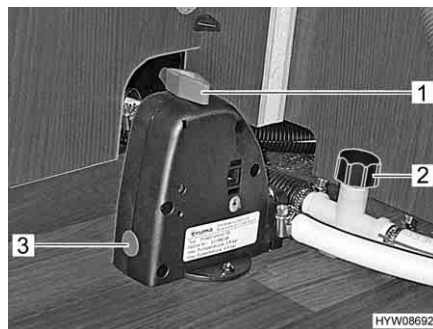

Fig. 104 Valvola di sicurezza/di scarico e rubinetti di scarico
- Chiudere la valvola di sicurezza/di scarico (Truma). A tal fine ruotare la manopola (Fig. 104,1) verticalmente rispetto alla valvola di sicurezza/di scarico e premere verso l'interno il bottone automatico (Fig. 104,3). Con temperature inferiori a 6 °C non è possibile chiudere la valvola di sicurezza/di scarico.
- Chiudere i rubinetti di scarico (Fig. 104,2). Chiudere i coperchi in senso orario oppure posizionare la leva a bilanciere in posizione orizzontale. L'ubicazione delle valvole di sicurezza/di scarico e dei rubinetti di scarico è riportata al paragrafo "Posizione dei rubinetti di scarico delle valvole di sicurezza/di scarico", alla fine di questo capitolo.
- Aprire i rubinetti di scarico (Fig. 104,2). A questo scopo, ruotare il coperchio in senso antiorario o posizionare verticalmente la leva a bilanciere.
- Aprire la valvola di sicurezza/di scarico (Truma). A tal fine ruotare la manopola (Fig. 104,1) nel senso della lunghezza della valvola di sicurezza/di scarico.